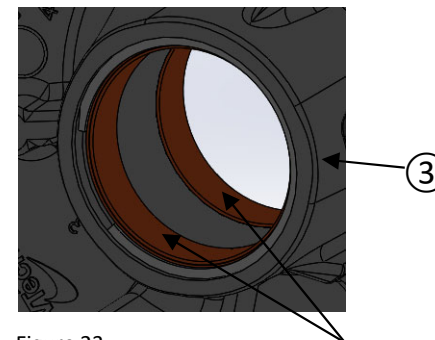

Figure 23
- Vérifiez les marques d'usure sur la came (8).
- Vérifiez les marques d'usure sur le ressort (6).
- Vérifiez l'usure des coussinets du flasque coulissant (3) (inspection visuelle seulement, figure 23). En cas d'usure excessive, vous devez remplacer le flasque coulissant (3) en entier.
Les coussinets ne peuvent pas être retirés du flasque coulissant (3) (figure 23).